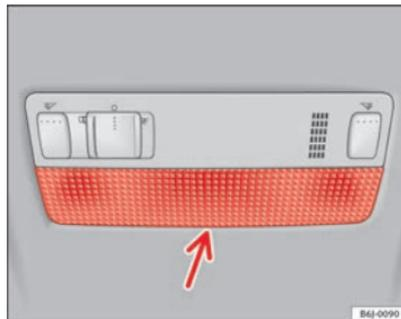

Abb. 185 Leseleuchte vorne
- Das flache Ende eines dünnen Schraubendrehers zwischen Gehäuse und Glas einführen ⇒ Abb. 185. ►